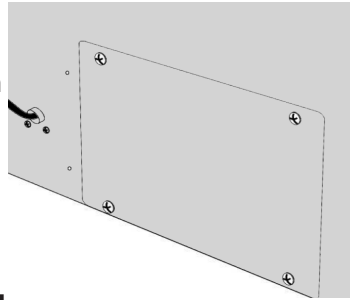

Figure 10
- Placez la plaque en position et fixez les 4 vis de l'étape 7 (voir figure 10).